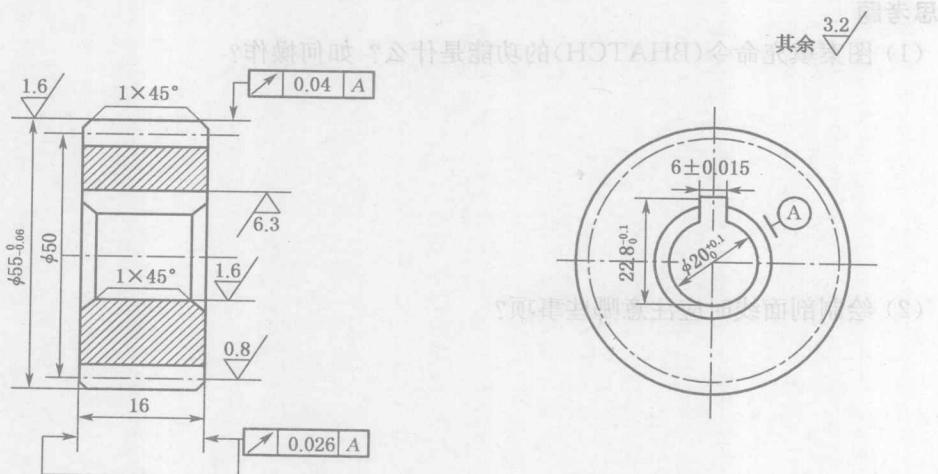
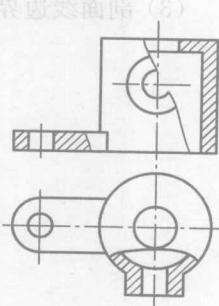

图 1-12
图 1-16
- (1) 练习 BHATCH 命令的使用,熟悉图案类型、图案填充方式、边界选择、比例和角度选择等问题。
- (2) 用 AutoCAD 绘制如图 1-12~图 1-16 所示图形。
1 用 AutoCAD 绘制图 1-12 中剖面线的步骤